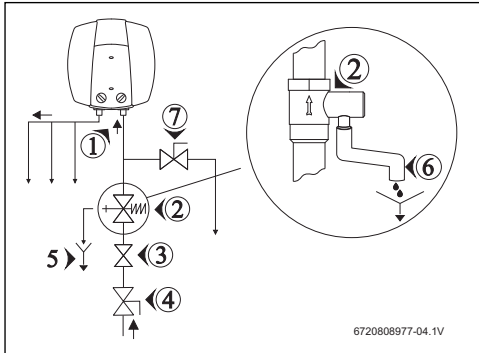

Fig. 9 Toma de agua
- Montar la válvula de seguridad en la conexión de agua fría del acumulador de agua caliente (fig. 9).
Si la presión del agua supera el 80 % de la presión máxima del acumulador de agua caliente, es decir 6,4 bar, instale la válvula de reducción de presión (fig. 9). Si la presión del agua en el acumulador de agua caliente rebasa los 6,4 bar, se activará la válvula de seguridad. En este caso deberá existir la posibilidad de desviar el agua.
- ▶ Cerrar la válvula de cierre del agua (→ fig. 9).